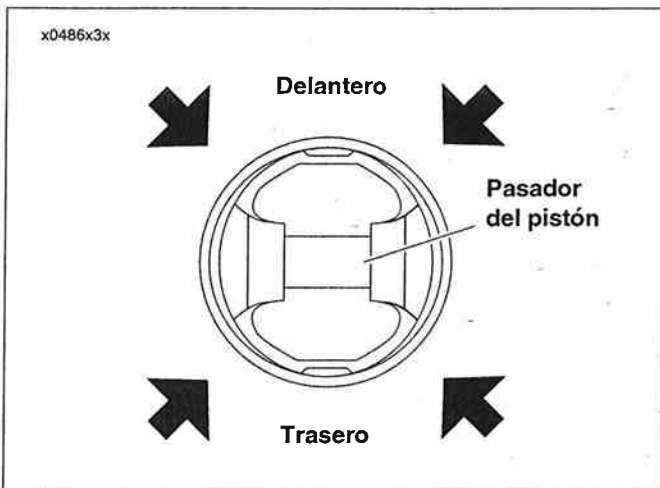

Figura 3-53. Coloque los espacios libres de los extremos de los anillos en las flechas
3. Vea la Figura 3-53. Instale los anillos de modo que los espacios libres del extremo de los anillos adyacentes estén apartados un mínimo de 90°. Los espacios libres del anillo no deben estar dentro de los 10° de la línea central de la cara de empuje.